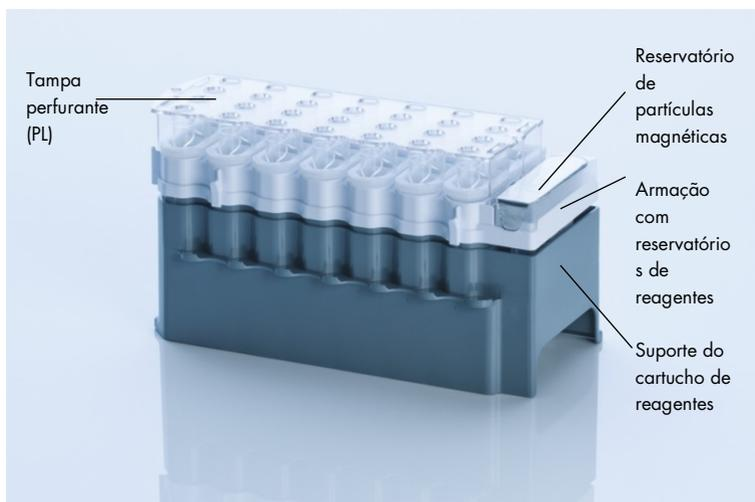

Figura 2. Cartucho de reagentes (RC) do QIAAsymphony. O cartucho de reagentes (RC) contém todos os reagentes necessários para a execução do protocolo.
Os reagentes para a purificação do DNA estão contidos em um inovador cartucho de reagentes (RC) (Figura 2, na página 14). Cada reservatório do cartucho de reagentes (RC) contém um determinado reagente, como partículas magnéticas, tampão de ligação, tampão de lavagem ou tampão de eluição. Os cartuchos de reagentes (RC) parcialmente usados podem ser fechados com as tiras de vedação reutilizáveis (RSS), disponíveis para este uso posterior, o que evita a criação de resíduos devido a restos de reagentes no fim do procedimento de purificação.
Coloque o cartucho de reagentes (RC) no respectivo suporte de cartucho. Antes de usar um cartucho de reagentes (RC) pela primeira vez, coloque a tampa perfurante (PL) no topo do cartucho (Figura 2, acima).